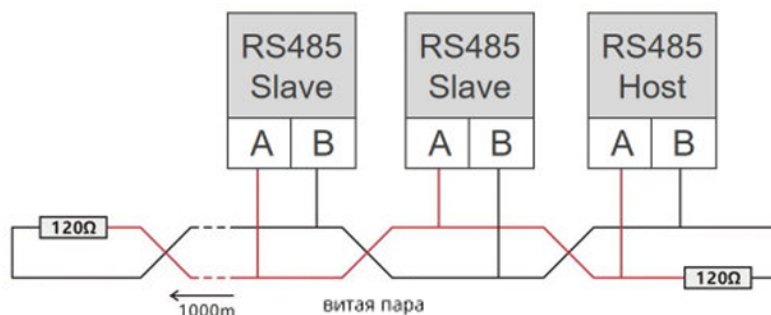

Рис. 3. Подключение ресиверов к линии связи RS485
1. Подключить питание ресивера к клеммам GND (-) и VVC (+), а кабели связи RS485 к клеммам A и B соответственно. При этом подключенные ресиверы могут опрашиваться компьютером по линии связи – см. Рис.3.
- 2.3. Нажать кнопку «Считать параметры» во вкладке «Настройка параметров» (рис. 3, прим. 3) ;